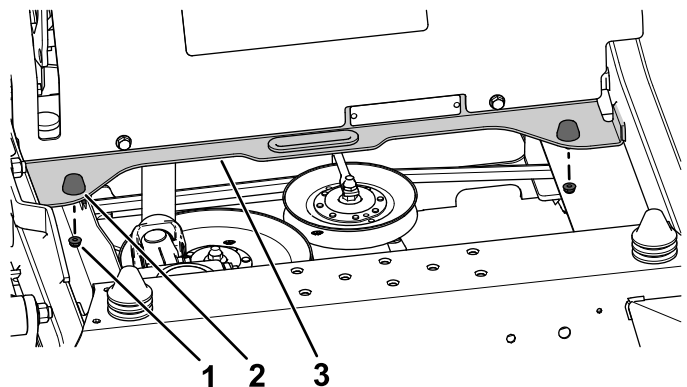

Рисунок 11
2. Видаліть 2 контргайки ($\frac{1}{4}$ дюйма) з гумового амортизатора на поперечці (Рисунок 11). Збережіть ці 2 контргайки ($\frac{1}{4}$ дюйма).